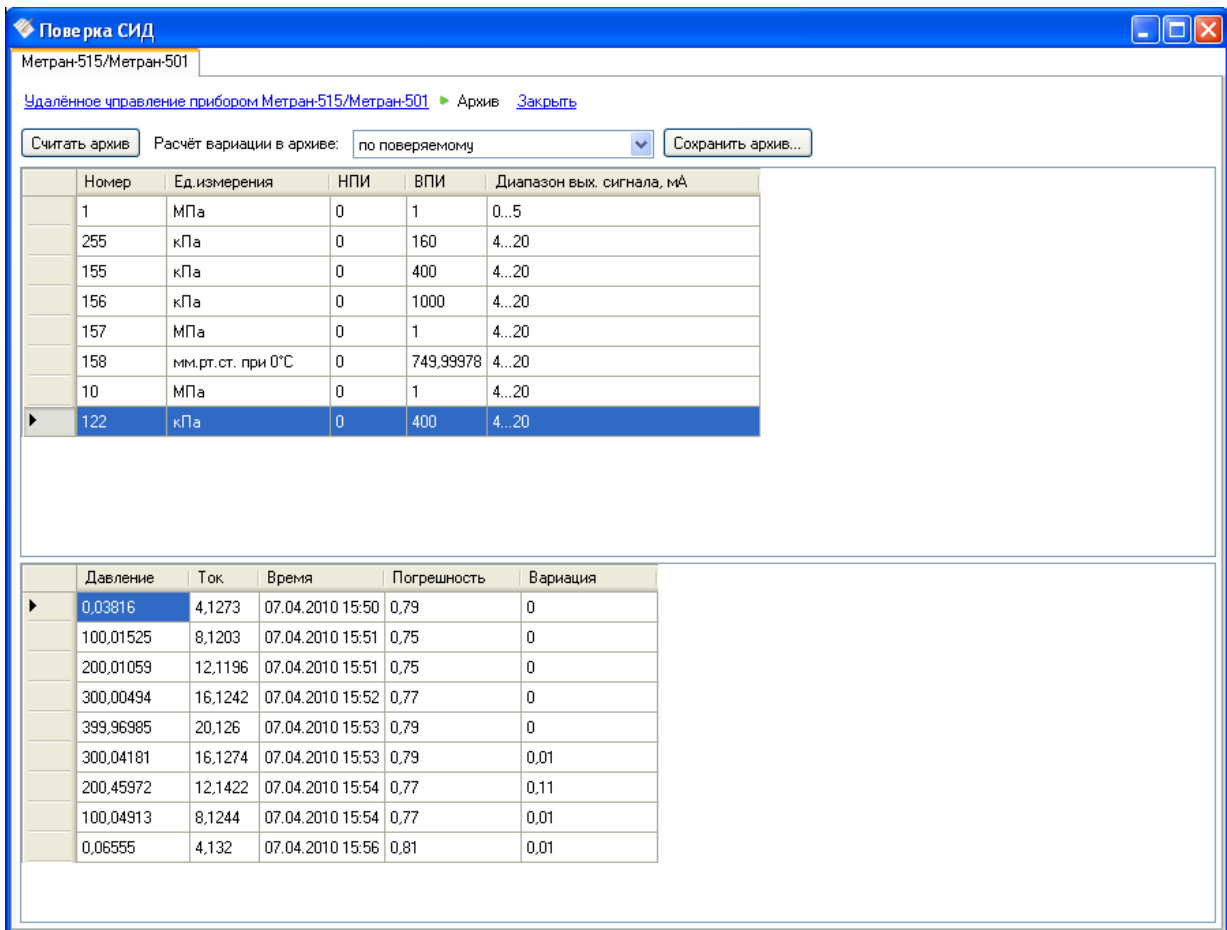

Рисунок 4.88 – Режим «Архив датчиков давления»
- Архив проверок датчиков давления (см. Рисунок 4.88);
В окне программы расположены компоненты (см. Рисунок 4.88):